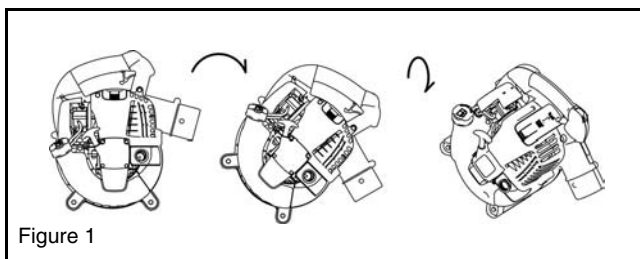
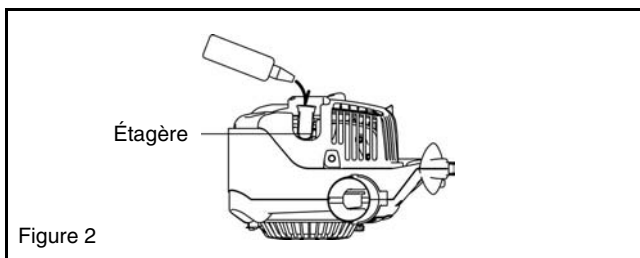

Figure 1
Figure 2
- (1) Vérifier que le bouchon de réservoir à carburant est serré complètement.
- (2) Déposer le bouchon d'huile.
- (3) Incliner la machine dans l'ordre indiqué à la Figure 1.
- (4) Orienter la machine tel qu'illustré à la Figure 2, et faire le plein jusqu'au repère limite dans le tuyau à huile.
- (5) Après le ravitaillement, serrer la jauge d'huile fermement. Un serrage insuffisant de la jauge d'huile peut provoquer une fuite d'huile.
Pour ouvrir le couvercle, poser les doigts sur la poignée principale et la partie saillante du capot de bougie (Figure 1). Soulever la projection et glisser le capot vers la direction "OPEN". (Figure 2)